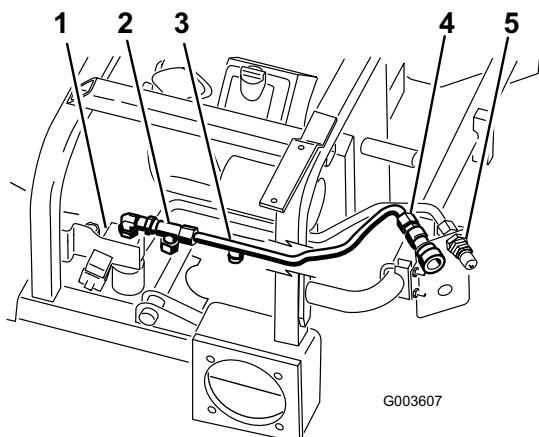

Figura 15
4. Coloque el tubo hidráulico N° 2 en la máquina según se muestra en Figura 15.
5. Conecte el tubo hidráulico N° 2 al acoplamiento en T que está conectado al codo de 90 grados y a la parte superior de la válvula (Figura 15).
6. Conecte el tubo hidráulico N° 2 al acoplamiento hembra superior (Figura 15).